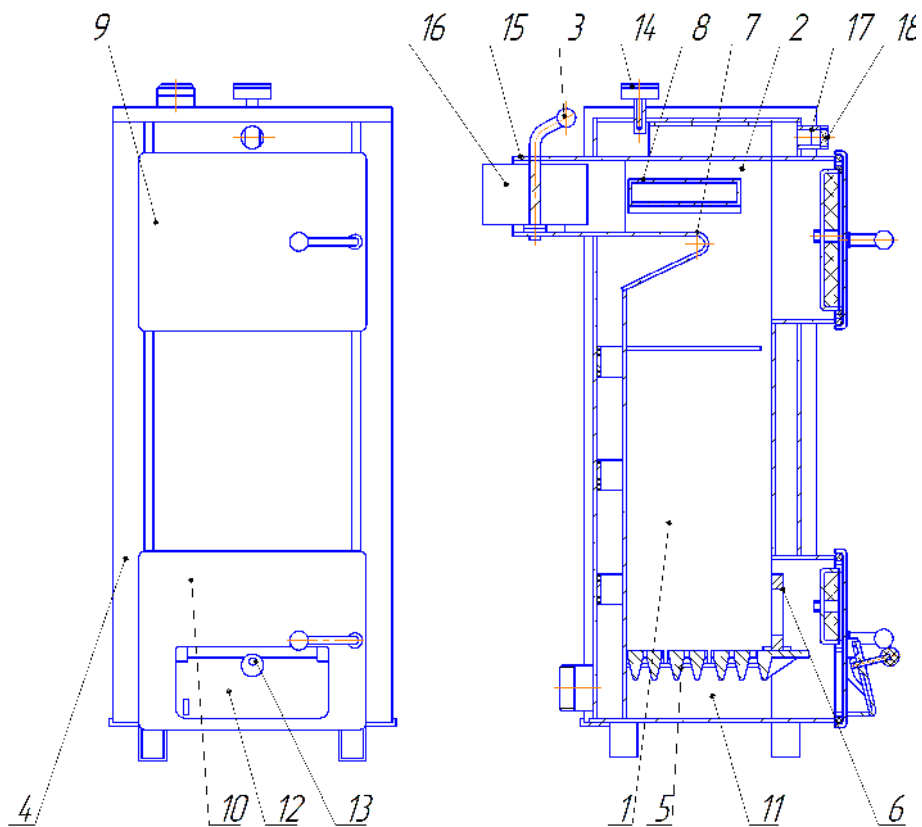

Рисунок 5.1 - Устройство котла для работы на твердом топливе.
5.1 Котёл отопительный водогрейный стальной (рисунок 5.1) представляет собой сварную конструкцию прямоугольной формы, состоящую из топки 1, конвективного газохода 2 и кожуха 4. В нижней части топки устанавливают колосники 5 с шуровочным щитком 6. Для более полного омытия поверхности нагрева продуктами сгорания задняя стенка топки в верхней части выполнена в виде теплопоглощающего козырька 7.
1) снимается нижняя дверца котла 10 и вынимаются из топки колосники 5 и шуровочный щиток 6 (см. рисунок 5.1);